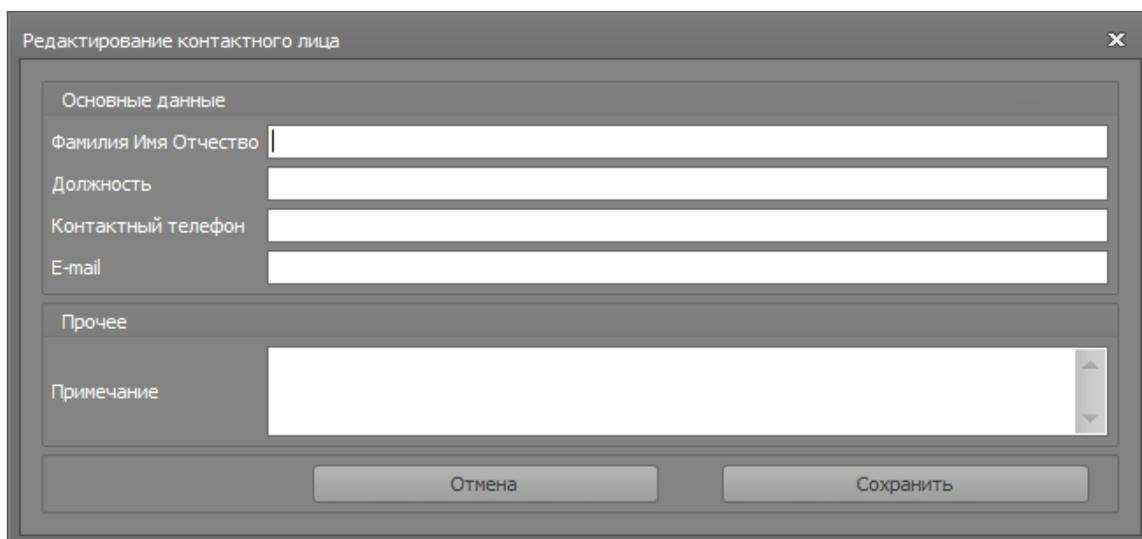

Рисунок 34
- В открывшемся диалоговом окне –**Редактирование контактного лица(рис.34)** заполните доступные поля